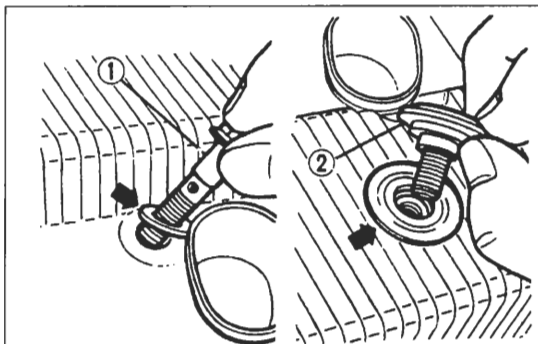

Bild 33
- Die vier inneren Hohlsschrauben ① Bild 33 und acht äusseren Deckelschrauben ② mit neuen Dichtungen versehen.